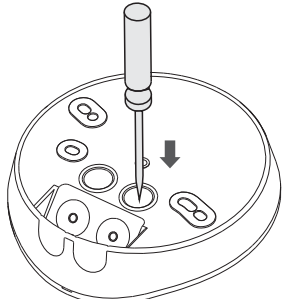

FIG.12
3.4.2.2 Pase los cables de alimentación por la base inferior; utilice el destornillador para romper las ranuras de entrada de cables en la base inferior (Ver FIG.12).